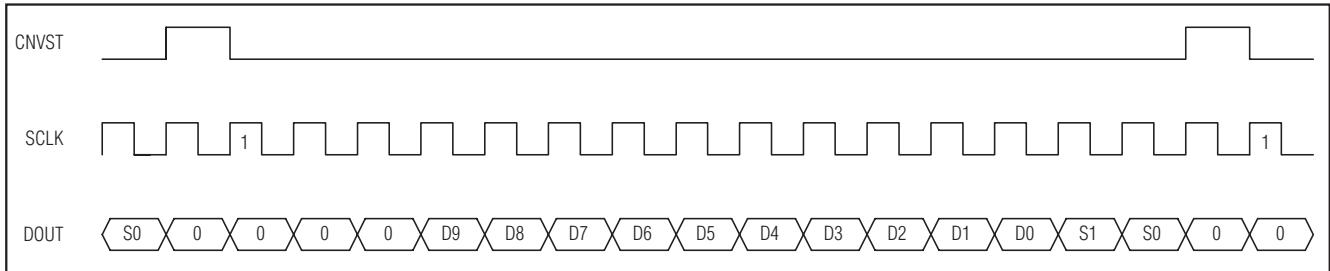
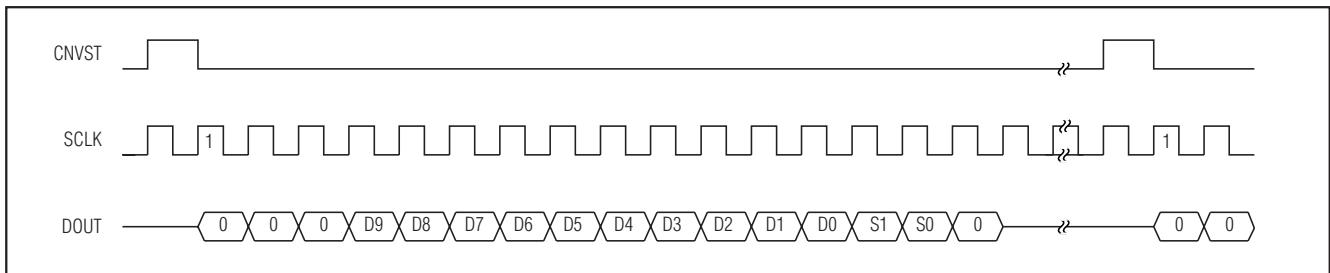

图17、DSP 接口——连续转换
图18、DSP 接口——单次转换，连续/突发时钟
利用数据发送(DX)引脚驱动CNVST信号，内部产生的CLKX信号驱动SCLK，MAX1072/MAX1075也可以这样连接至TMS320C54_。CNVST信号需要一个上拉电阻，以便在DX变为高阻态时使其保持高电平，并且必须不断地向DXR寄存器写入0001h，进行连续转换。将00FFh写入DXR寄存器，可能进入关断模式(参考图17和图18)。
1)和低电平有效帧 (LTFS = 1, LRFS = 1) 信号。在此条件下，将字长设置为8位 (SLEN = 1001)，这也是最好的进入关断模式的方法。当MAX1072/MAX1075 工作电源电压高于 DSP 的电源电压时，连接 V_L 引脚至 ADSP21_-- 电源电压 (参考图17和图18)。